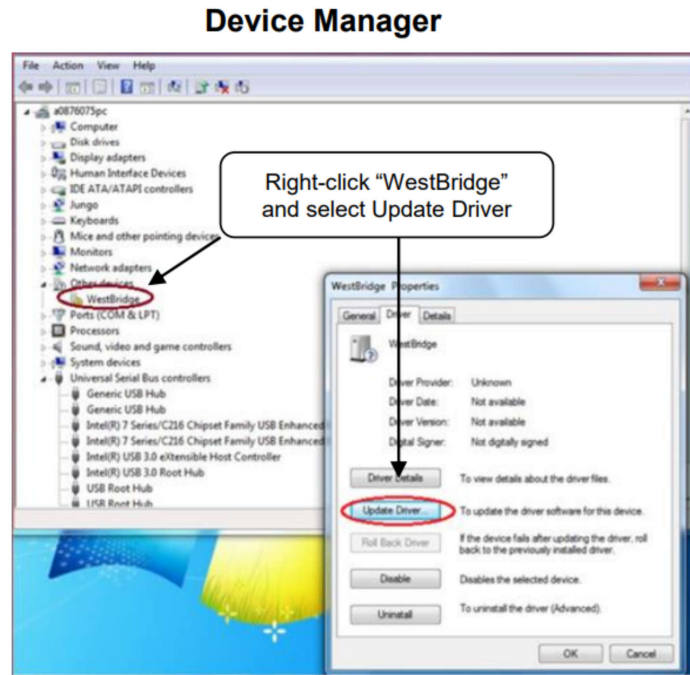
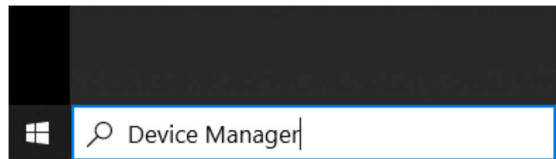

图 3-3. 打开设备管理器
图 3-4. 使用设备管理器更新驱动程序
3. 打开 Windows® 设备管理器 (如 图 3-3 所示)，然后在“设备管理器”窗口中右键单击 *WestBridge* 文件夹，然后选择 *更新驱动程序* 按钮 (请参阅 图 3-4)。